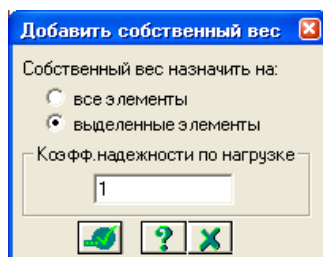

Рис.10.16. Диалоговое окно **Добавить собственный вес**
- Для задания нагрузки от собственного веса элементов основания, вызовите диалоговое окно **Добавить собственный вес** (рис.10.16) с помощью меню **Нагрузки** ⇒ **Добавить собственный вес**.